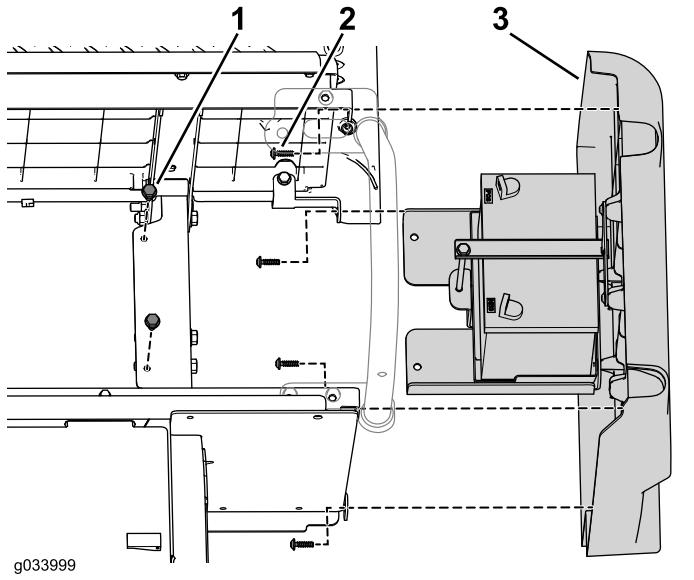

Рисунок 45
- С помощью крепежных деталей, снятых ранее, прикрепите ранее снятую с машины правую панель в сборе к задним панелям основания сиденья (Рисунок 45).